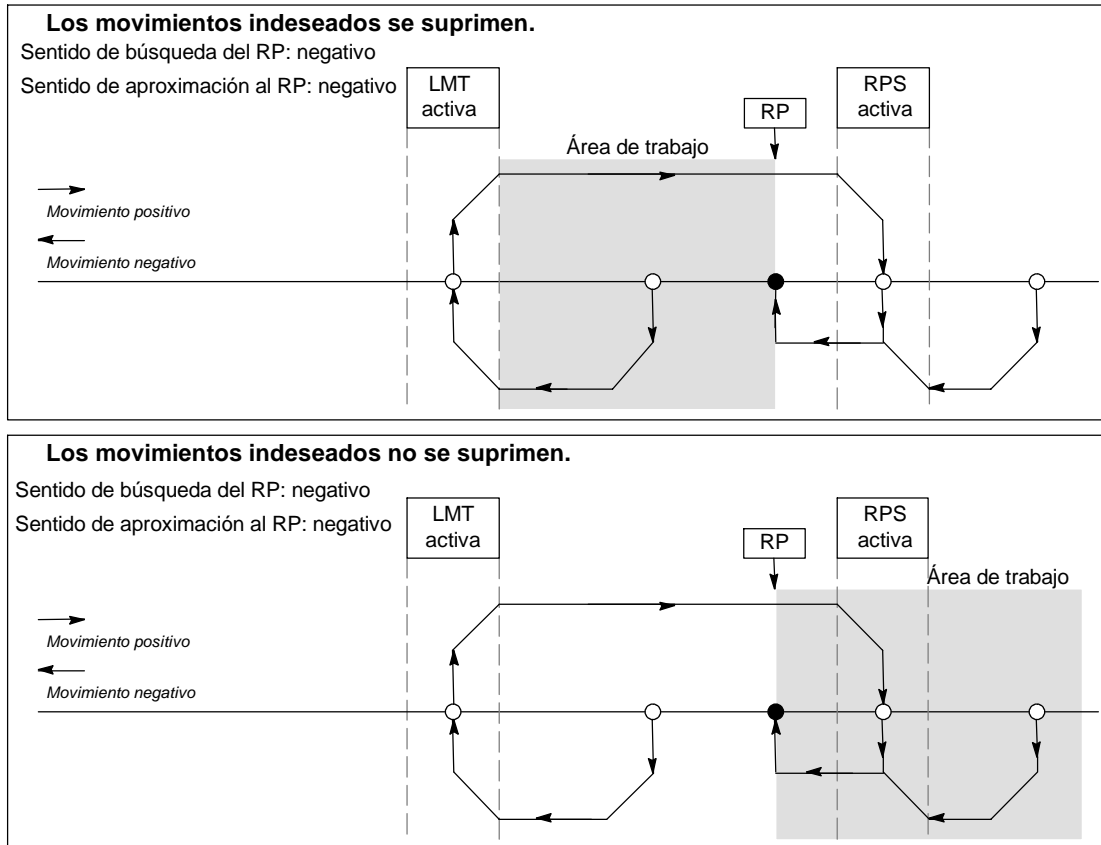

Figura 9-25 Ubicación del área de trabajo con y sin supresión de movimientos indeseados
La figura 9-25 muestra el área de trabajo en relación con el punto de referencia (RP), el área activa RPS y los interruptores de fin de carrera (LMT+ y LMT-) en un sentido de aproximación que suprime los movimientos indeseados. En el lado inferior de la figura no se eliminan los movimientos indeseados, debido a la ubicación del área de trabajo. La figura 9-25 muestra el modo 3 de búsqueda del RP. El área de trabajo se puede emplazar de forma similar en las demás secuencias de los otros modos de búsqueda del RP, aunque ello no es recomendable.